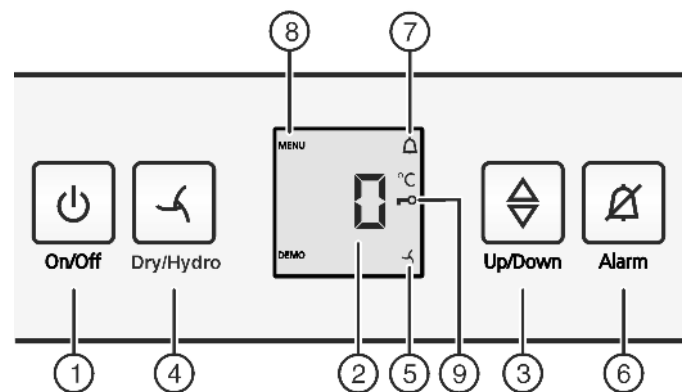

Fig. 2
- ▶ Натисніть клавішу On/Off Fig. 2 (1).
- ▶ Вмикання режиму настройки: натисніть клавішу «Dry/Hydro» Fig. 2 (4) і утримуйте близько 6 секунд.
- ▷ Світиться символ "Меню" Fig. 2 (8).
- ▶ Для підтвердження натисніть і швидко відпустіть клавішу Dry/Hydro Fig. 2 (4).
- ▶ Для вмикання функції захисту натисніть і швидко відпустіть клавішу Dry/Hydro Fig. 2 (4).
- ▷ Світиться символ "Функція захисту" Fig. 2 (9). На індикаторі блимає **c**.
- ▶ Для вимикання функції захисту натисніть і швидко відпустіть клавішу Dry/Hydro Fig. 2 (4).
- ▷ Гасне символ функції захисту Fig. 2 (9). На індикаторі блимає **c**.
- ▶ Вихід з режиму настройки: Натисніть клавішу On/Off Fig. 2 (1).
- ▶ натисніть сигнальну клавішу Alarm Fig. 2 (6).